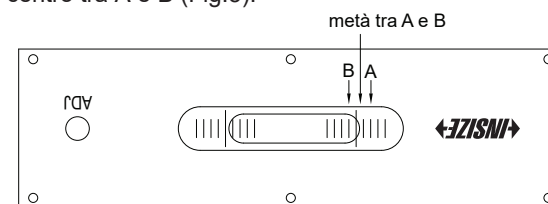

Fig.5
- e) Se $A-B \leq 1/2$ div, è possibile utilizzare il livello. Se $A-B > 1/2$ div (nell'esempio precedente, $A-B=3$ div), ruotare leggermente la vite di regolazione finché la bolla non si sposta al centro tra A e B (Fig.5).